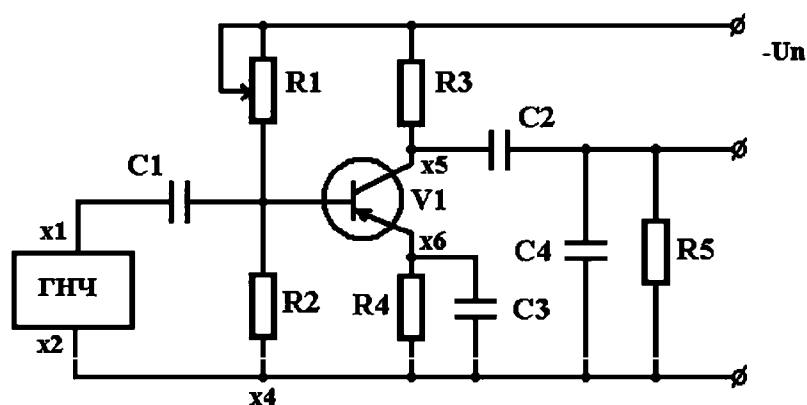

Рис. 2.43. Принципиальная схема усилителя
2. Установить на лабораторном стенде 87Л-01 плату № 14 из рабочего комплекта, произвести сборку электрической схемы (рис. 2.43), подключив источник питания ГН2, генератор низкой частоты ГНЧ, измерительные приборы ИВ, МВ, ЧМ, осциллограф.